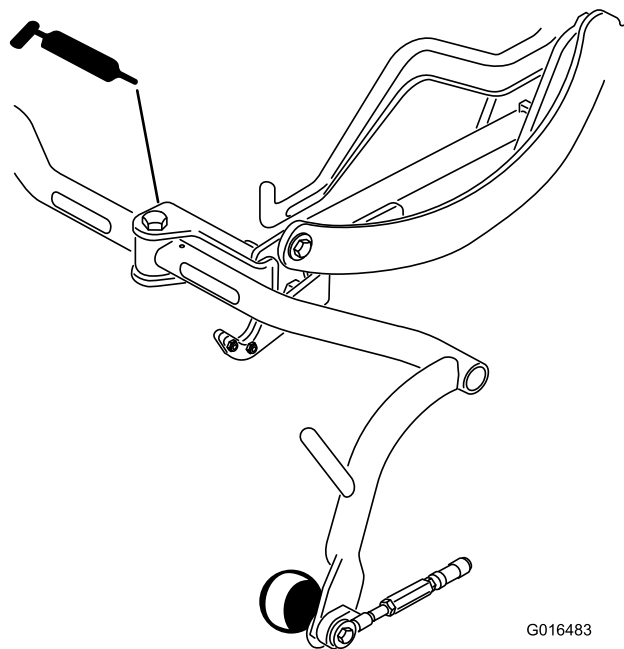

Figura 36
- Perno del telaio portante (3) (Figura 36)